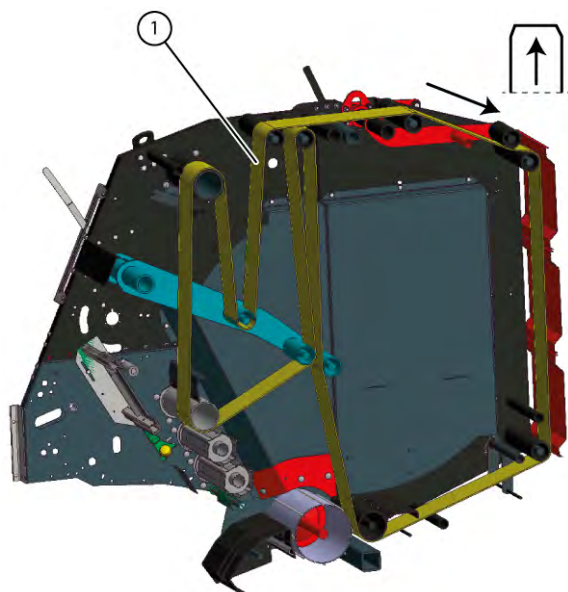

Fig. 116 Remplacer les courroies de cage cassées
- 6** Tirez la ficelle dans la cage selon le sens de rotation, comme à la Fig. 116.